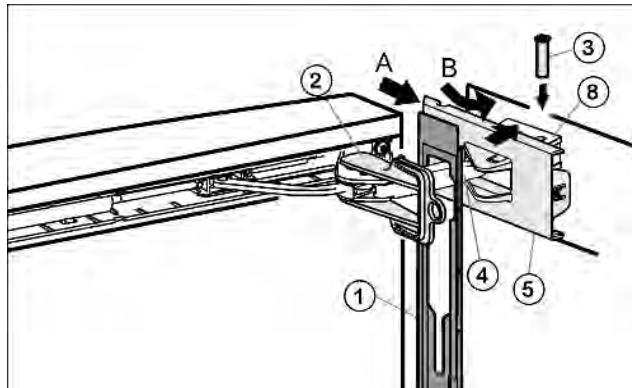

Fig. 18
- ▶ Навесьте на накладку Fig. 18 (1) на амортизационную скобу Fig. 18 (4) таким образом, чтобы передние защелки показывали во внутрь, а передняя сторона была направлена к устройству.
- ▶ Отодвиньте (A) крышку Fig. 18 (5) снаружи и поверните (B) через опорную деталь Fig. 18 (8).
- ▶ Установите крышку Fig. 18 (5) и защелкните ее до первого фиксатора.
- ▶ Притяните амортизационную скобу Fig. 18 (4) к опорной детали и сверху вставьте палец Fig. 18 (3) таким образом, чтобы квадратная головка сидела в углублении.
- ▶ Теперь полностью защелкните крышку Fig. 18 (5) на опорной детали Fig. 18 (8).
- ▶ Поворотом снимите фиксатор Fig. 18 (2).
- ▶ Защелкните накладку Fig. 18 (1) на дверце.